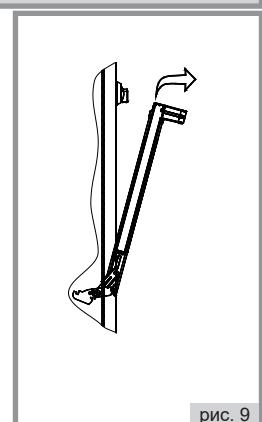

рис. 9
3. Взять дверцу за боковые стороны и потянуть на себя и вверх, чтобы освободить нижние оси шарниров (рис. 9);